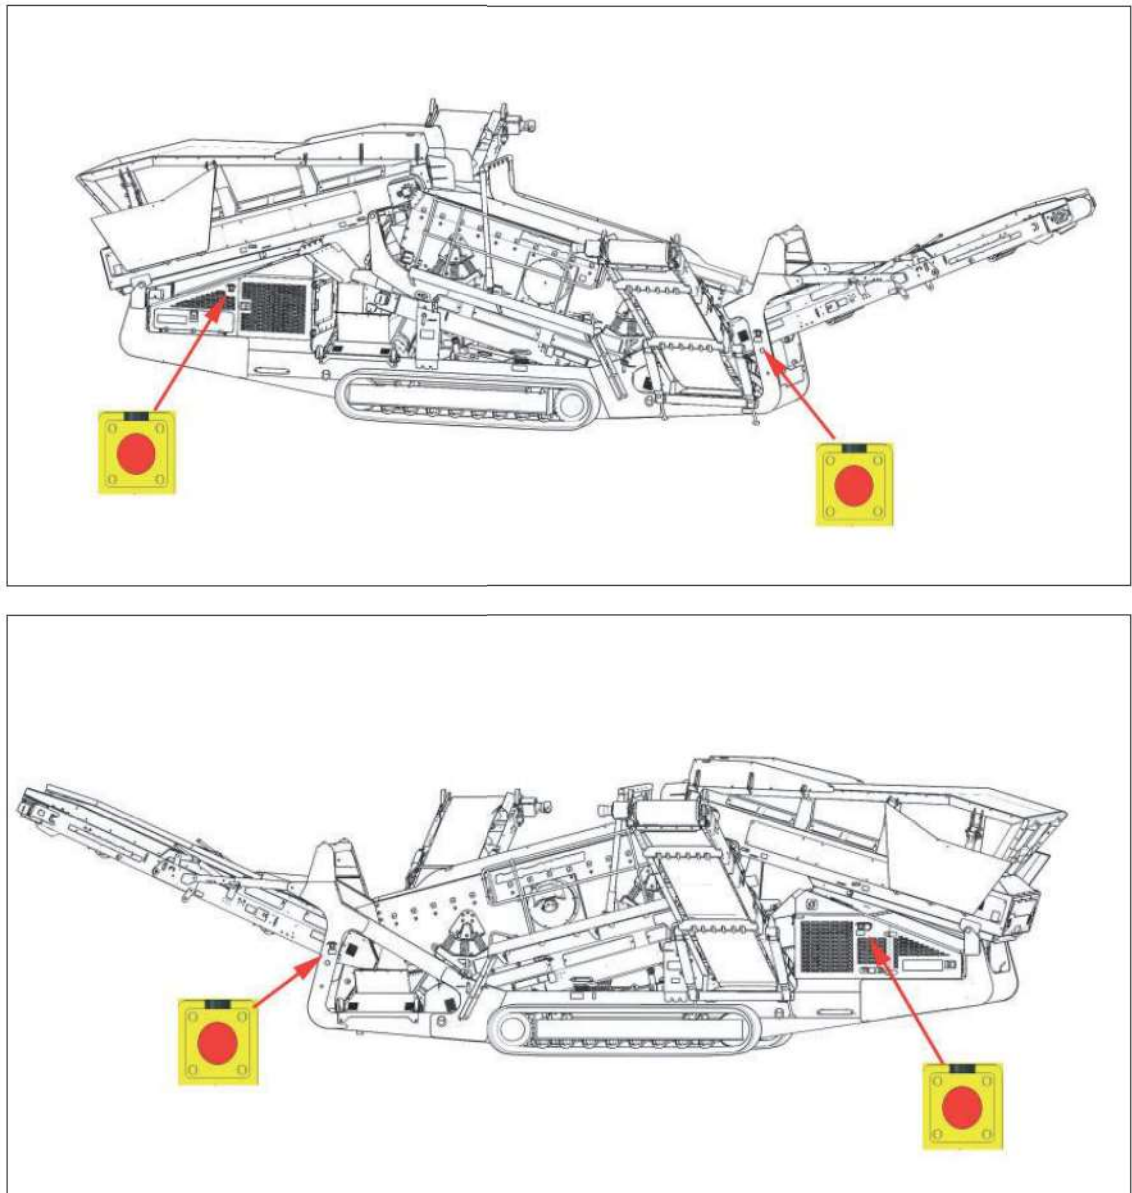
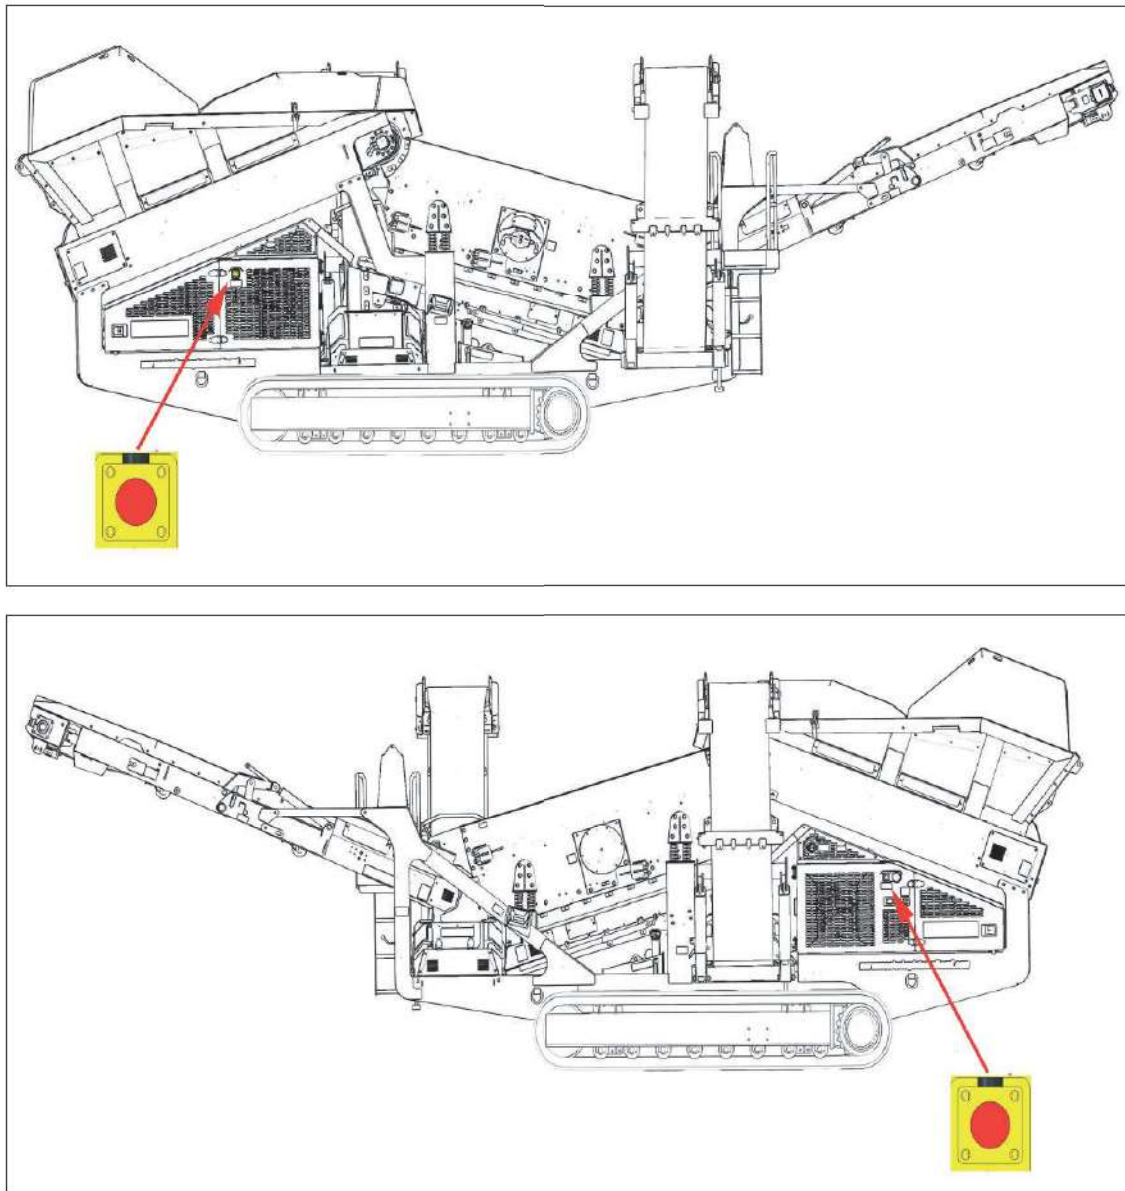

Figure 4.53 - Locaties noodstopknoppen
Figure 4.54 - Locaties noodstopknoppen
1. Druk op een noodstopknop van de machine om de motor en de machine uit te schakelen, zie afb. 4.53 en afb. 4.54.